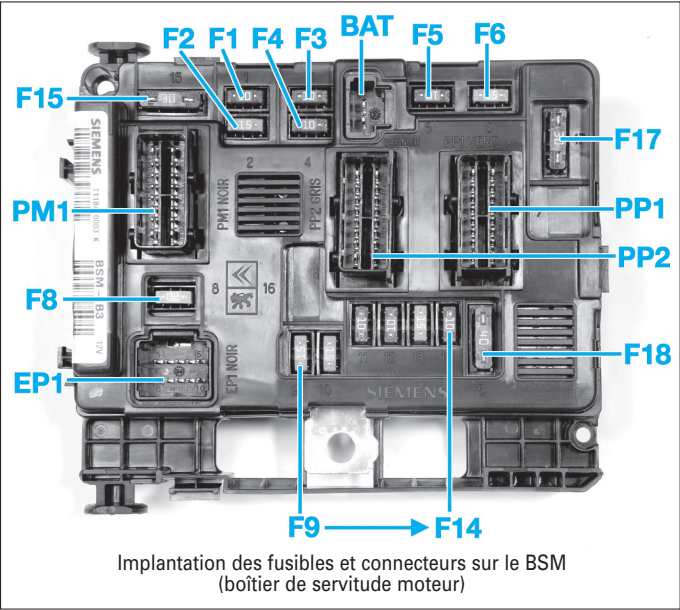

FIG. 2
- module supérieur intégrant une carte électronique, les fusibles et relais double (Fig.2).
Affectation des fusibles dans la boîte à fusibles compartiment moteur (Fig.2)